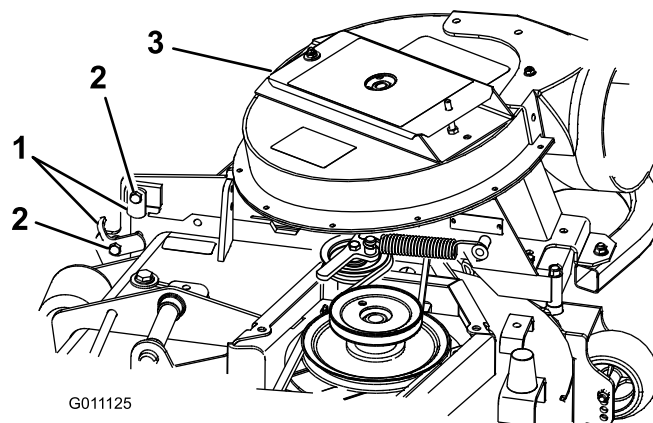

Bild 17
3. Schließen Sie das Gebläse, um die richtige Ausrichtung der Riegel zu prüfen. Lösen oder ziehen Sie die Schraube so an, dass die Riegel das Gebläse eng am Mähwerk halten, jedoch mit der Hand gelöst werden können (Bild 17).